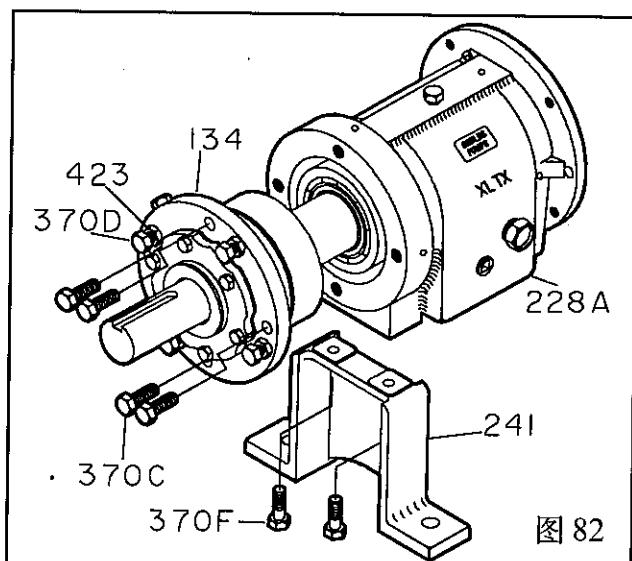

图 82
1. 拧下轴承箱与支脚间的连接螺栓(370F), 并拆去支架(241)(图 82)。